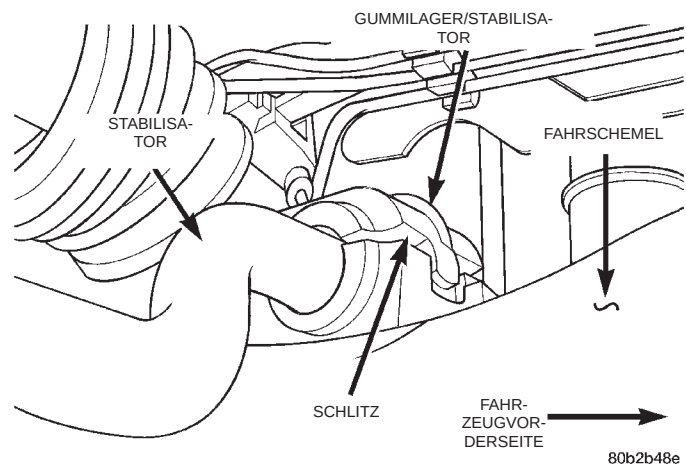

Abb. 60 Gummilager/Stabilisator
(5) Die Gummilager mit dem Schlitz nach vorn und der flachen Seite nach unten auf den Stabilisator schieben. **Bei den Gummilagern, mit denen der Stabilisator am Fahrschemel befestigt ist, muss der Schlitz bei der Montage des Stabilisators zur Vorderseite des Fahrzeugs weisen** (Abb. 60).